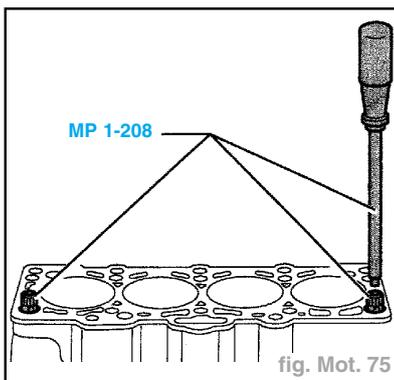

fig. Mot. 75
- Visser l'axe de guide **MP 1-208** dans les trous extérieurs, côté admission, afin de pouvoir effectuer le centrage (fig. Mot. 75).